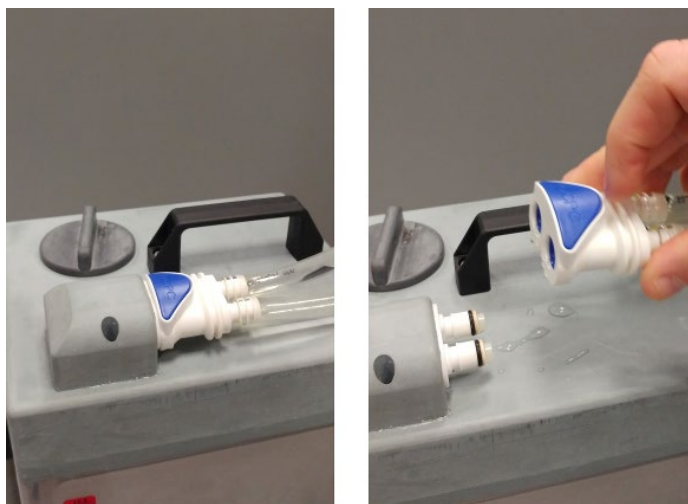

Figura 12-3
Paso 5. Desconecte los tubos; consulte la Figura 12-3.
- Paso 11. Asegúrese de que la manguera del circuito de agua esté conectada a la unidad frontal. Consulte la **Figura 12-3**